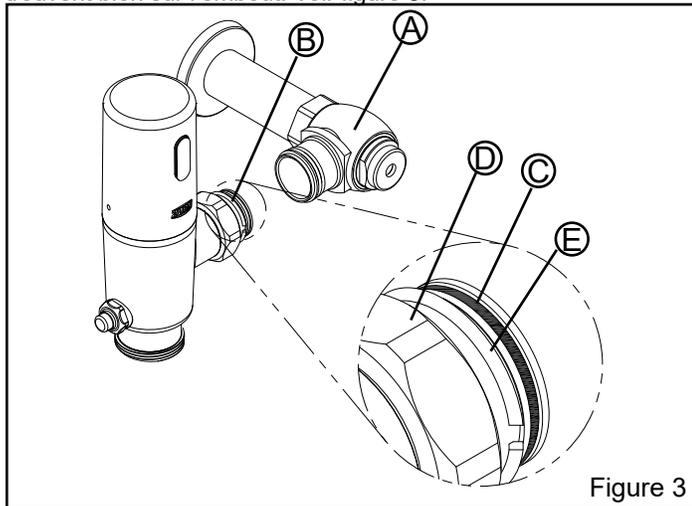

Figure 3
Avant de raccorder le robinet de chasse au robinet d'arrêt et de réglage (A), inspecter le joint torique (C) et vérifier qu'il se trouve dans la rainure prévue pour ce joint dans l'embout. S'assurer que l'écrou de blocage (D) et l'anneau élastique de verrouillage (E) se trouvent bien sur l'embout. Voir figure 3.